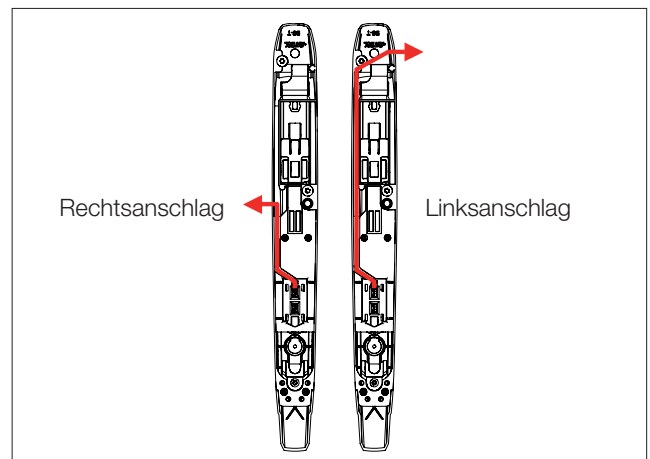

Abb. 19: Durchführen des Kabels
- Führen Sie das Kabel je nach Türanschlag durch die Öffnung im zum Türanschlag passenden Designausgleich (Abb. 19)